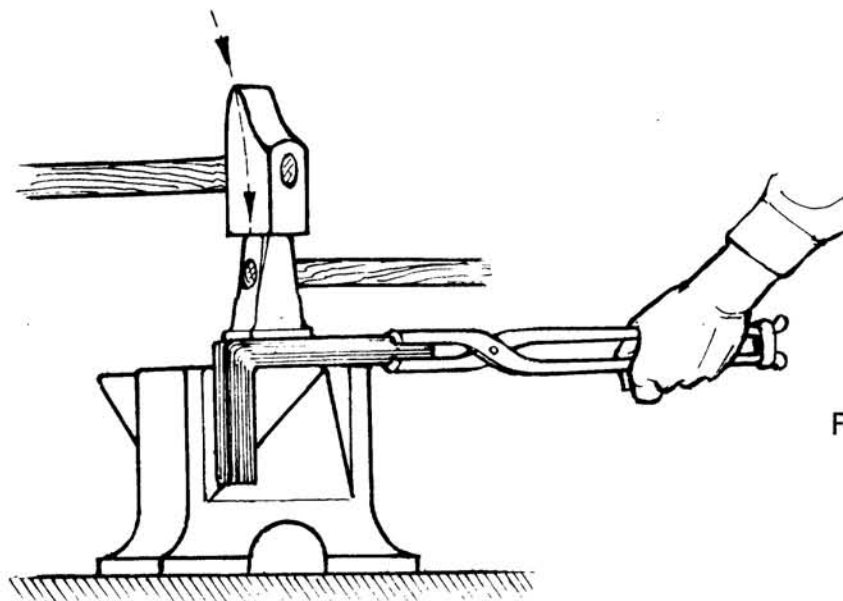

Fig. 4
- c Aplane las superficies que presenten irregularidades (fig.4).